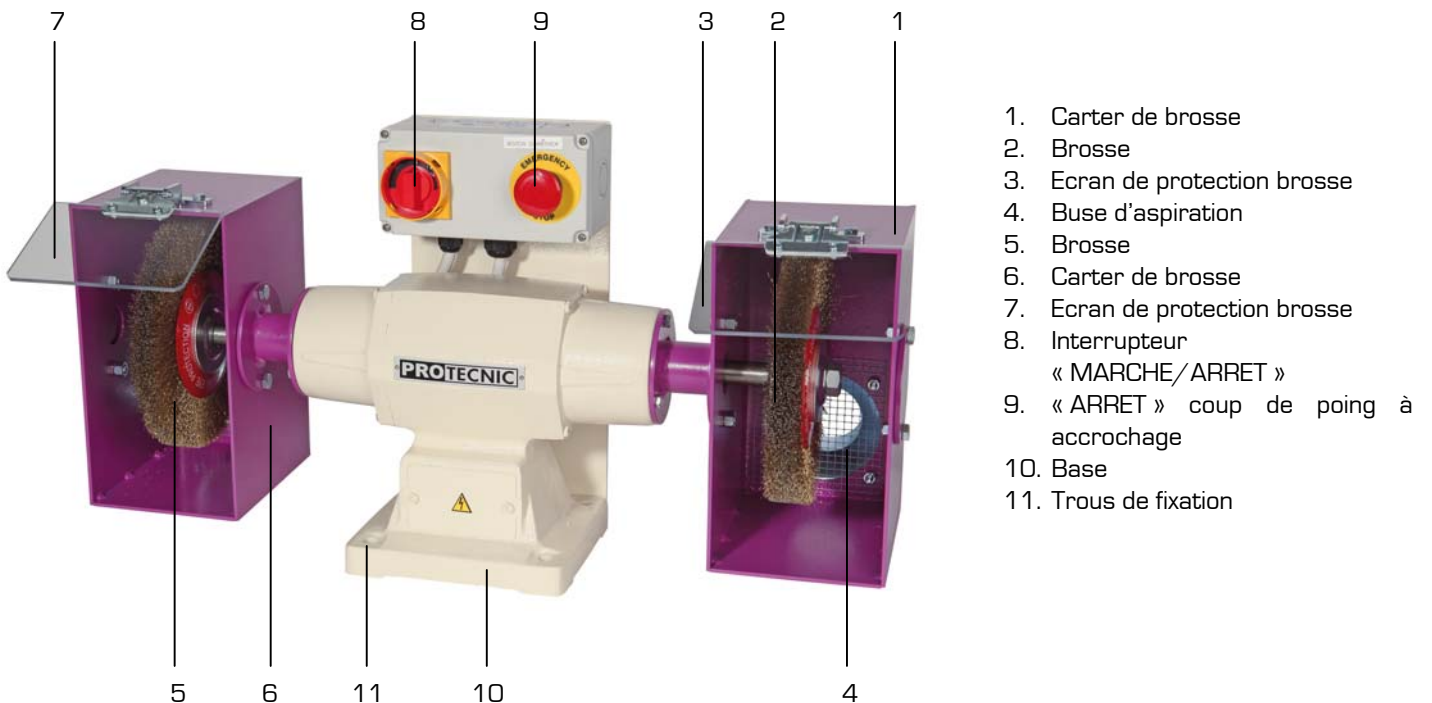

Figure 1
3. Fixer le touret sur le socle ou sur l'établi en introduisant 4 vis (M6) dans les trous (11 fig.1) puis les bloquer fermement au moyen d'écrous appropriés.
1. Extraire du sachet contenu dans l'emballage les écrans de protection transparents (3 et 7 fig.1).
2. Les fixer sur les carters (1 et 6 fig.1) et les régler de façon à protéger l'opérateur.